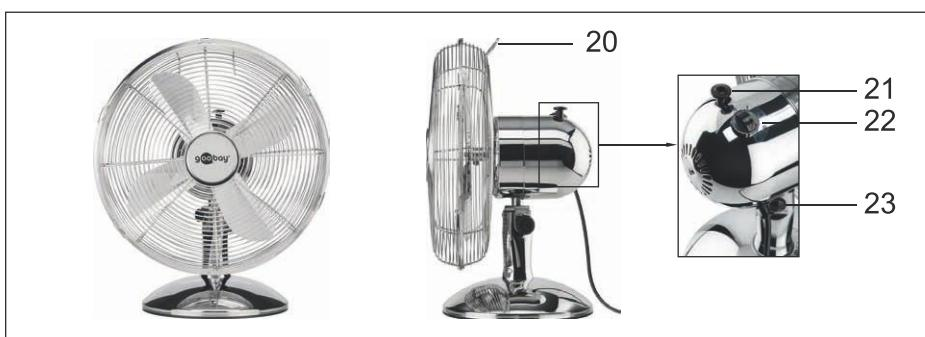

Fig.35: Ventilatore da tavolo montato
1. Tenere il ventilatore per l'impugnatura (fig. 35, n. 20) e posizionarlo su una superficie orizzontale stabile e priva di polvere.
4. Allentare la vite di regolazione dell'inclinazione (fig. 35, n. 23).
La potenza di ventilazione si può regolare in 3 livelli ruotando il selettore rotativo (fig. 35, n. 22):
- ON:** premere il perno per impostare la rotazione (21, Fig. 35)